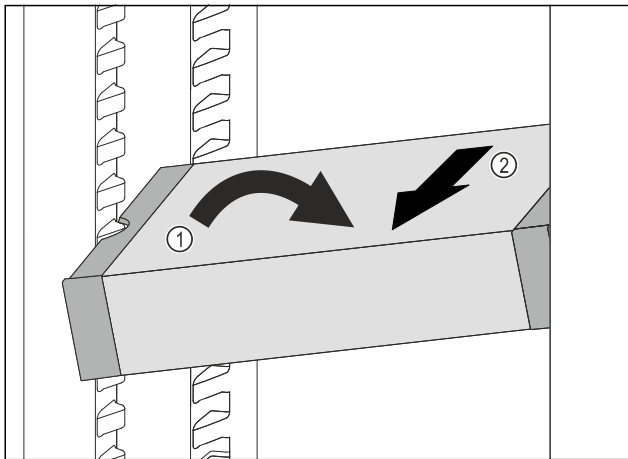

Fig. 88
- ▶ 在冷藏区中倾斜 VarioSafe。Fig. 88 (1)
- ▶ 向前取出 VarioSafe。Fig. 88 (2)